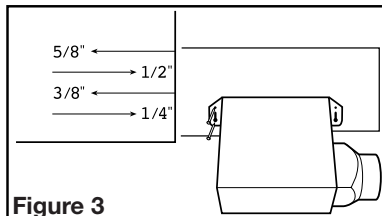
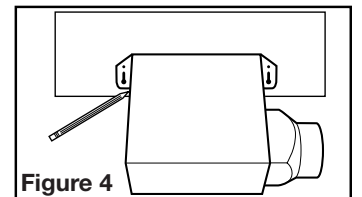

Figure 3
Figure 4
- Using the gauge on the fan's housing (Figure 3), line up housing so that it will be flush with the finished ceiling or wall. Position the fan so that the tabs rest flat against the joist or stud and secure with four nails (not provided) to ensure proper installation.
- Positionner le cabinet contre la solive ou le montant et tracer le contour du cabinet sur le matériau du mur / plafond (Figure 4). Mettre le cabinet de côté et découper l'ouverture, en prenant bien soin de ne pas couper ou endommager d'utilité électrique ou dissimulée. Placer le cabinet près de la solive ou du montant et vous assurer qu'il soit à effleurement avec le plafond fini ou avec le mur. Fixer avec quatre clous (non-fournis) pour assurer une installation adéquate (Figure 3).